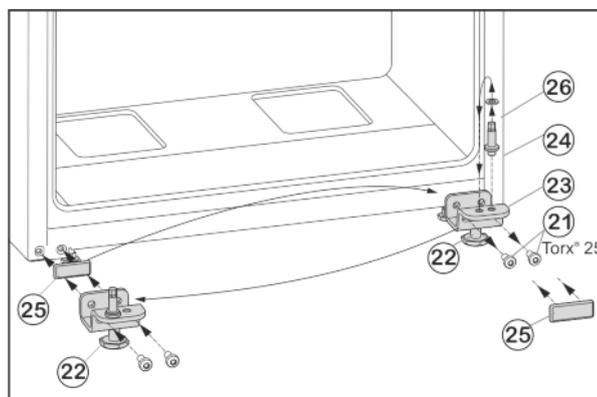

Fig. 6
- ▶ Befestigungsschrauben Fig. 6 (21) abschrauben.
- ▶ Lagerbock unten Fig. 6 (23) komplett mit Lagerbolzen Fig. 6 (24), Scheibe Fig. 6 (26) und Stellfuß Fig. 6 (22), abnehmen.
- ▶ Lagerbolzen Fig. 6 (24) komplett mit Scheibe Fig. 6 (26) abschrauben, in das gegenüberliegende Aufnahmeloch des Lagerbocks umsetzen und wieder festschrauben.
- ▶ Abdeckplatte Fig. 6 (25) vorsichtig abnehmen und auf die Gegenseite umsetzen.
- ▶ Lagerbock unten Fig. 6 (23) komplett mit Lagerbolzen Fig. 6 (24), Scheibe Fig. 6 (26) und Stellfuß Fig. 6 (22) auf der neuen Scharnierseite ggf. mit Hilfe eines Akkuschaubers **fest (mit 4 Nm)** wieder anschrauben.
- ▶ Untere Tür von oben auf Lagerbolzen Fig. 6 (24) aufsetzen.
- ▶ Lagerbock Mitte (13) um 180° gedreht in die untere Tür einsetzen und mit Befestigungsschrauben (11) (2 mal Torx® 25) auf die neue Scharnierseite **fest (mit 4 Nm)** anschrauben.
- ▶ Kunststoffscheibe (10) wieder aufsetzen.
- ▶ Stellfuß *Fig. 6 (22)* am Lagerbock unten *Fig. 6 (23)* herausdrehen, bis er auf dem Boden aufliegt.